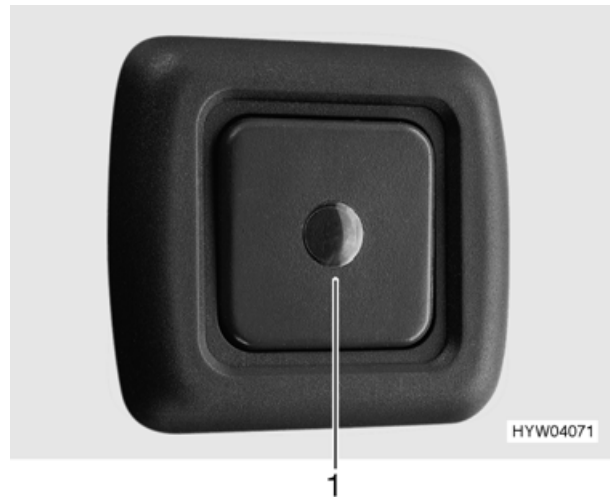

Bild 80 Bedienschalter für Boiler (Swing/Nova)
Mit dem Bedienschalter (Bild 80) wird die elektrische Betriebsart eingeschaltet. Die rote Kontroll-Leuchte (Bild 80,1) leuchtet.
- Bedienschalte (Bild 80) ausschalten. Rote Kontroll-Leuchte (Bild 80,1) leuchtet nicht.
- Bedienschalte (Bild 80) einschalten. Rote Kontroll-Leuchte (Bild 80,1) leuchtet. Das Wasser im Boiler wird auf 65 °C aufgeheizt.